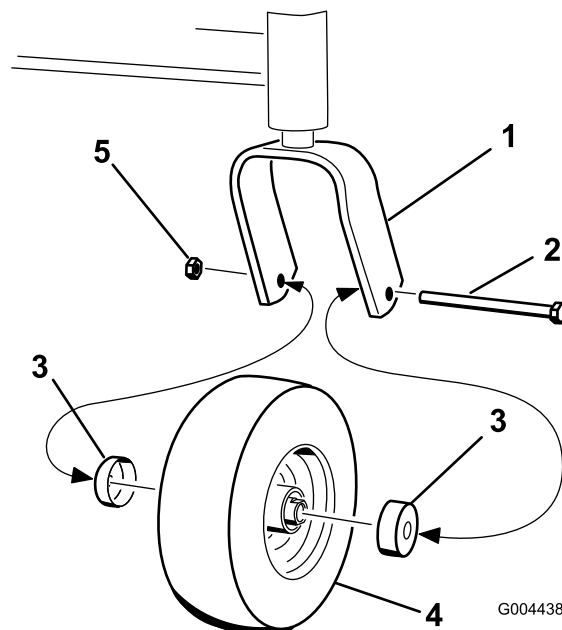

Figure 26
4. Retirez l'écrou et le boulon de fixation de la roue pivotante à la chape pivotante avant (Figure 26).
5. Déposez le protège-joint du moyeu de roue (Figure 26).
17. Posez les protège-joints sur les moyeux, puis insérez la roue dans chape pivotante (Figure 26).
18. Montez le boulon et serrez l'écrou (Figure 26).